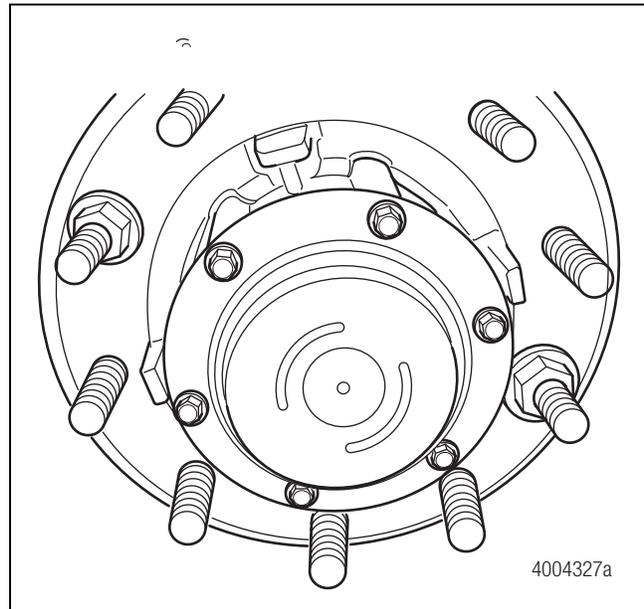

Figura 4.7
- La tapa de la maza es un diseño de acero troquelado y apernado, con semicírculos grabados en la cara y sin dispositivos para añadir lubricante. Figura 4.7.